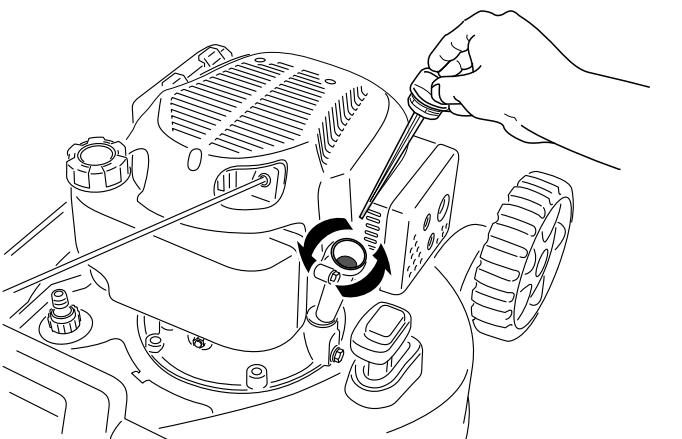

Bild 25
3. Entfernen Sie den Peilstab, indem Sie den Deckel nach links drehen und herausziehen (**Bild 25**).
4. Kippen Sie die Maschine seitlich (Luftfilter nach oben), um das Altöl aus dem Öleinfüllstutzen abzulassen (**Bild 25**).